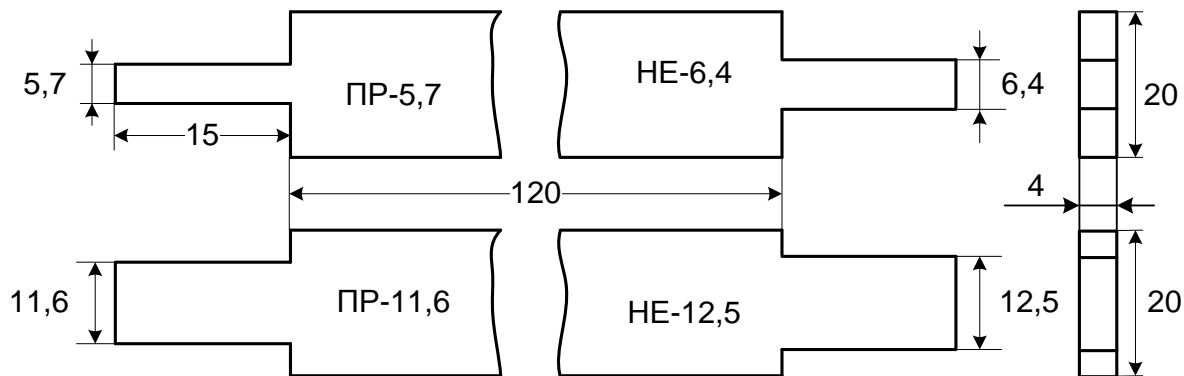

Рисунок 3. Шаблоны для проверки расстояния между контактными пружинами («ПР» - проходит, «НЕ» - не проходит)
7.5 Для определения минимального и максимального расстояния между контактными пружинами для контрольных и рабочих контактов автопереключателя необходимо пользоваться шаблонами (рис. 3) из изолирующего материала.